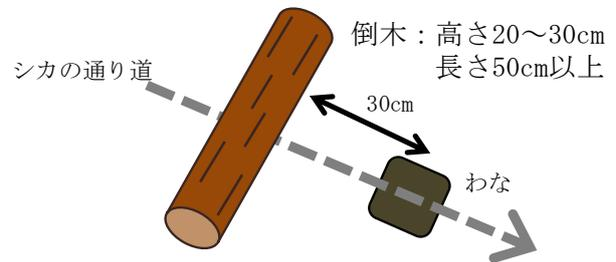

図2 くくりわなのハードル式設置法
- 2) ハードル式設置法は、シカがよく歩いている通り道に、高さ 20～30cm、長さ 50cm 以上の倒木を置き、倒木から約 30cm の位置にくくりわなを設置する方法です（図2）。